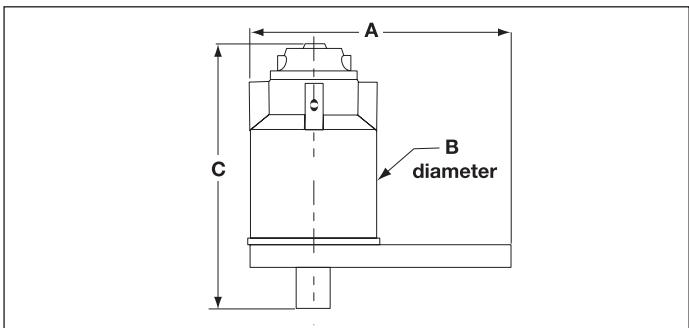

Rysunek 1, Wymiana płytki reakcyjnej
Kwadratowy trzpień napędowy z kołkiem ścinanym (rys. 1 element 4) zabezpiecza elementy wewnętrzne w przypadku przekroczenia maksymalnego znamionowego momentu wyjściowego. Ta funkcja przeciwprzeciążeniowa powoduje pęknięcie trzpienia, w przypadku gdy moment wyjściowy mieści się w przedziale od 103% do 110% wartości znamionowego momentu wyjściowego. Do wzmacniacza momentu obrotowego dołączony jest jeden wymienny trzpień (E391, E392, E393, E492, E493, E494, E495) (dodatkowe części zamienne można zamówić u dystrybutora firmy Enerpac).
- Zamocuj nasadkę kwadratową w odpowiednim rozmiarze na kwadratowym trzpienie napędowym wzmacniacza momentu obrotowego (rys. 1, element 4). Umieść nasadkę i wzmacniacz momentu obrotowego na łączniku, który ma zostać dokręcony.
- Wykręć śruby (rys. 1, element 2) mocujące płytę reakcyjną (rys. 1, element 1) do wzmacniacza momentu obrotowego, a następnie zdejmij płytę reakcyjną ze wzmacniacza momentu.
- Ponownie zamocuj płytę reakcyjną na wzmacniaku momentu obrotowego za pomocą śrub wykręconych uprzednio (rys. 1, element 2).